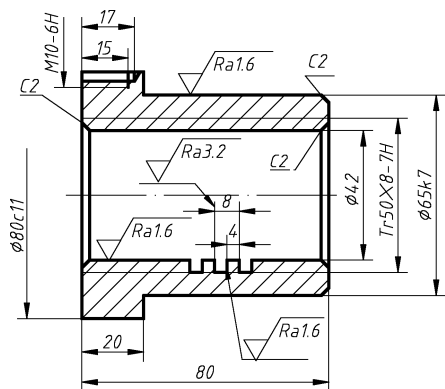

图 11-42 尺寸标注示例
3) 绘制或复制粗糙度符号，将其移动到各相应的位置，并修改其数值，结果如图 11-42 所示。